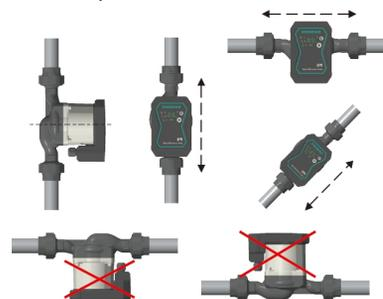

Рисунок 2
8.3.2 После регулировки перепускного клапана, настройте насос в соответствии с главой 7 «Настройки насоса» (Рисунок 2)